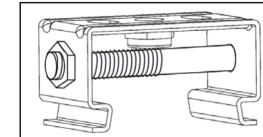

Рис. 2
- Внимание!** Для надежной фиксации светильника необходимо использовать стягивающие болты, входящие в комплект поставки. Болты необходимо установить в боковые отверстия на скобах и затянуть гайкой (рис. 2).